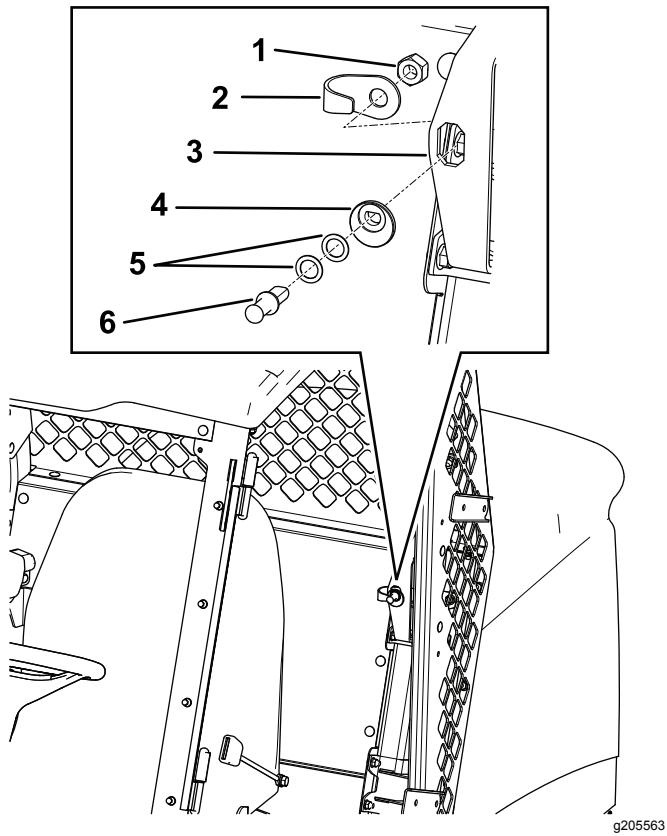

図 9
2. 図 9に示すように、ラッチピンのカムをストライカプレートの開口部に合わせて取り付ける。
3. ラッチピン最初はワッシャをつけずにラッチピンのカムに差し込む(図 9)。
4. ラッチピンとジャムナットを、ストライカプレートの背面に合わせて取り付ける図 9。
5. ジャムナットをラッチピンに手締めする図 9。